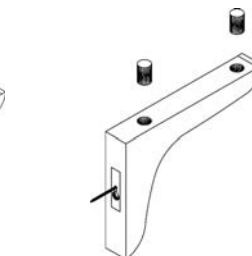

Figura 5
PASO 4: Luego, inserte las Clavijas de 2,5 cm en las Ménsulas como se muestra en la **Figura 5**.